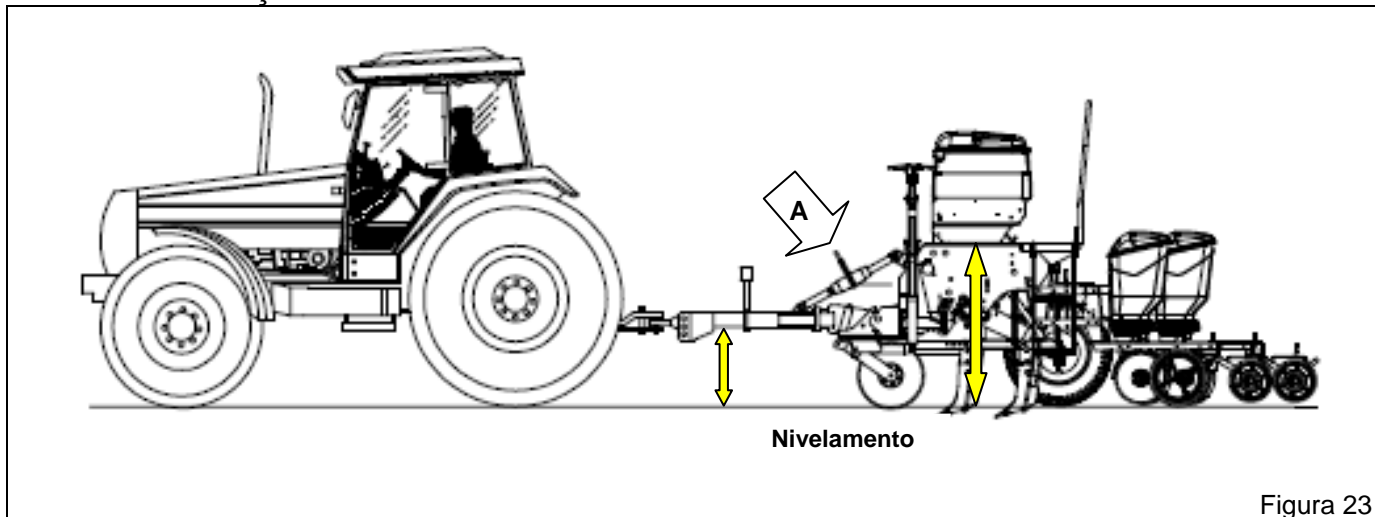

Figura 23
- b) Através do regulador do cabeçalho “A” movimentar o extensor até que a lateral do chassi esteja alinhada em relação ao solo (Figura 23). Quando estende o comprimento do regulador do cabeçalho, a plantadora tende a inclinar para trás, quando encurta o comprimento do regulador do cabeçalho, a plantadora tende a inclinar para frente.